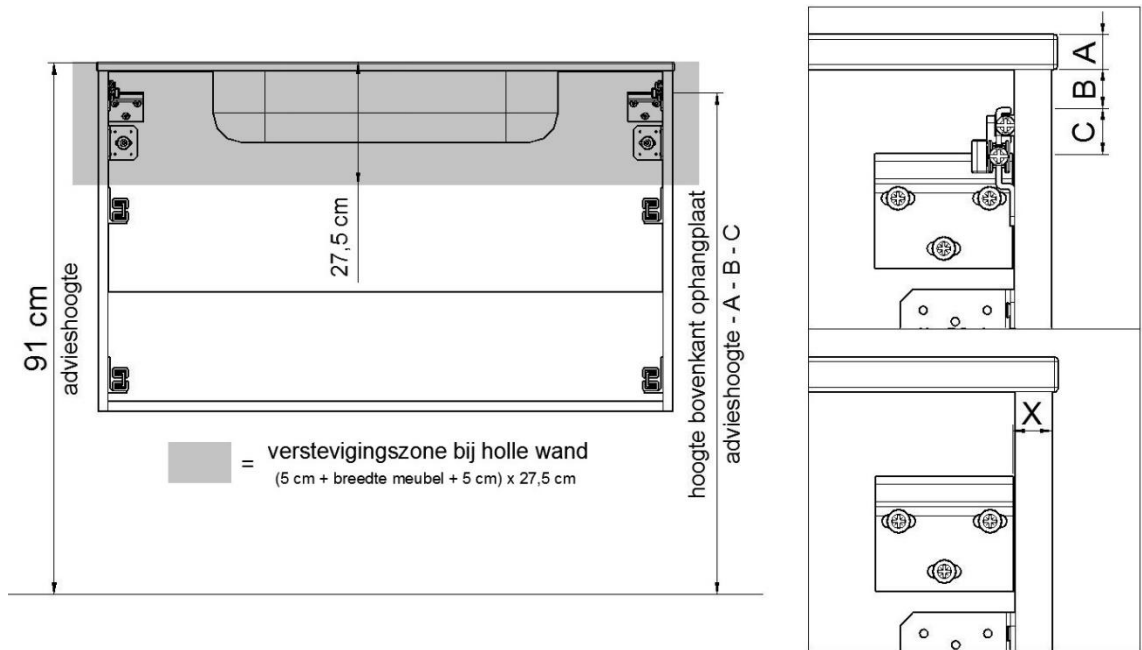

Fig. 1
4. Neem nu de maat van bovenkant onderbouwkast tot de bovenkant van de kastophanger (B). Tel daar een vaste afmeting (C) bij (Fig. 1).
6. De maat van de buitenkant van de zijde tot de zijkant van de ophangplaat is 19 mm = X (Fig. 1), teken deze verticaal af op de zopas afgetekende horizontale lijn op de muur. Doe nu hetzelfde voor de andere zijde, zelfde principe bij eventueel meerdere kastophangers.